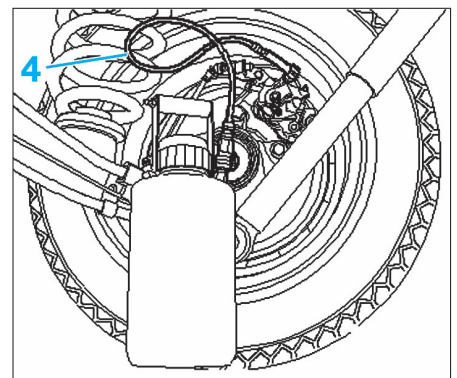

Fig. 40
- Brancher les flexible (4) du flacon de purge sur la vis de purge arrière (Fig.40).